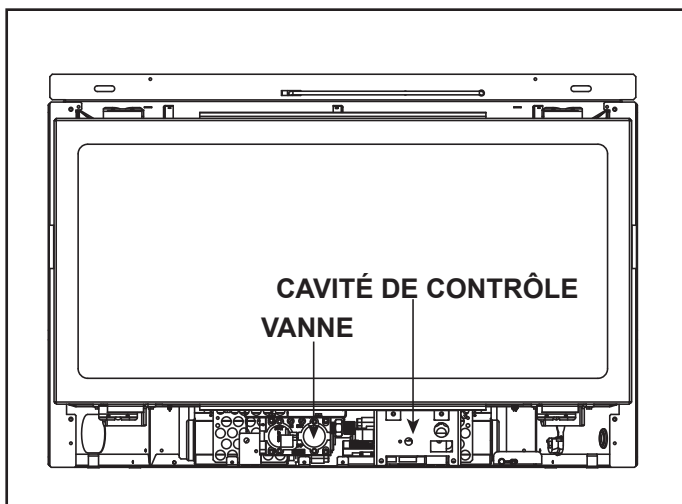

Figure 3.3. Cavité de contrôle - emplacement de la vanne
Le système d'amorçage par veilleuse à allumage intermittent IntelliFire™ Plus possède un système d'appoint par piles permettant le fonctionnement sans électricité. Le système offre une transition facile de l'alimentation c.a. de la maison vers les piles de secours. Le bloc-pile installé en usine est situé dans la cavité du contrôle de l'appareil. Voir la figure 3.3. La longévité et la performance des piles seront affectées par une exposition à long terme aux températures de service de cet appareil.
1. Accédez à la cavité du contrôle de l'appareil. Voir la figure 3.3. pour l'emplacement. La façade décorative ou la porte pourrait devoir être enlevée.
2. Localisez le support de batterie et insérez quatre piles AA. La polarité des piles doit être correcte pour éviter d'endommager le module. Voir la figure 3.3. Un schéma complet du câblage est inclus dans la section traitant de l'électricité, dans le manuel d'installation.